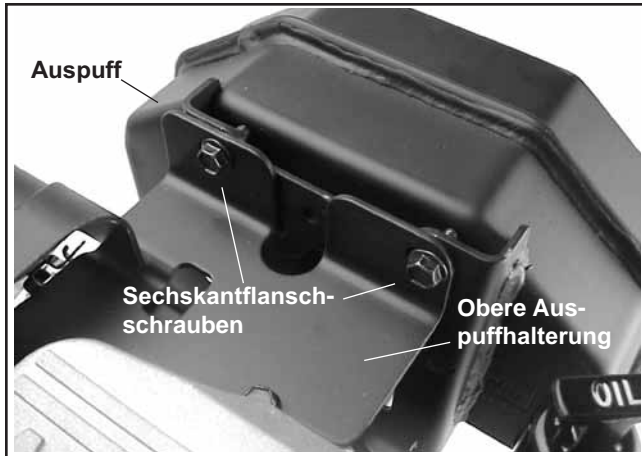

Abbildung 9-2. Auspuff entfernen.
1. Entfernen Sie die vier Sechskantflanschschrauben, mit denen der Auspuff an der oberen bzw. unteren Halterung befestigt ist. Siehe Abbildung 9-2 und 9-3.